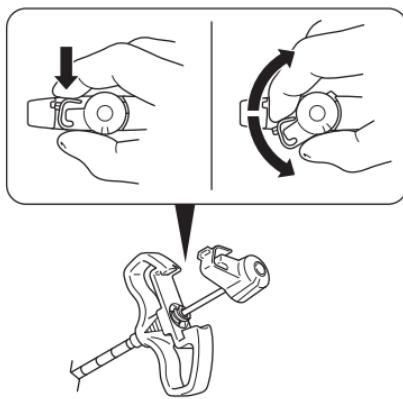

Figura 2 – Rimuovere il mandrino dalla cannula di accesso
4. Sbloccare e rimuovere il mandrino dalla cannula di accesso (Figura 2).